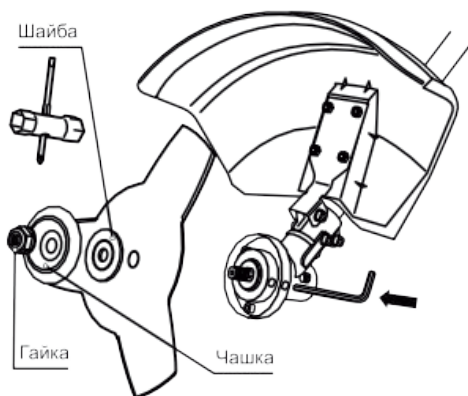

Рис. 8
- Удерживая стопорный стержень одной рукой, надежно затяните гайку трубчатым ключом, поворачивая ее против часовой стрелки (Рис. 8).